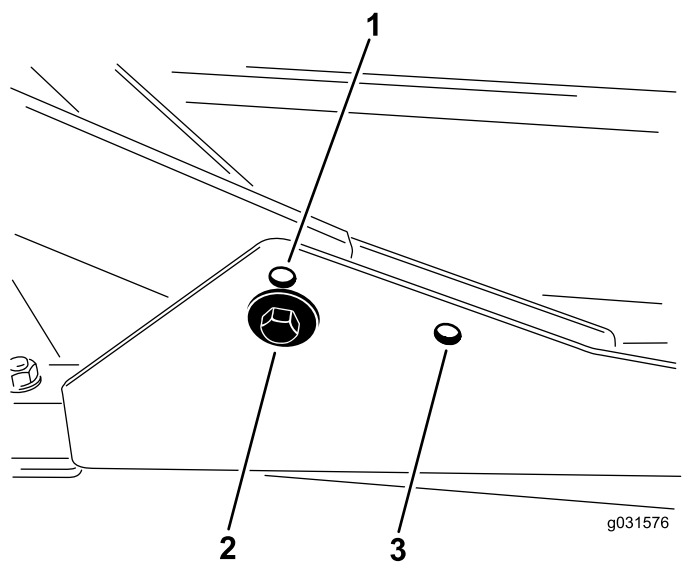

图 17
1. 如果剪草高度介于 27.6cm 之间请将前承载架安装在下方的前安装孔内图 17。
2. 如果剪草高度介于 6.3-10cm 之间请将前承载架安装在上方的前安装孔内图 17。
对于所有剪草高度后滚刀组都应安装在后安装孔内图 17。